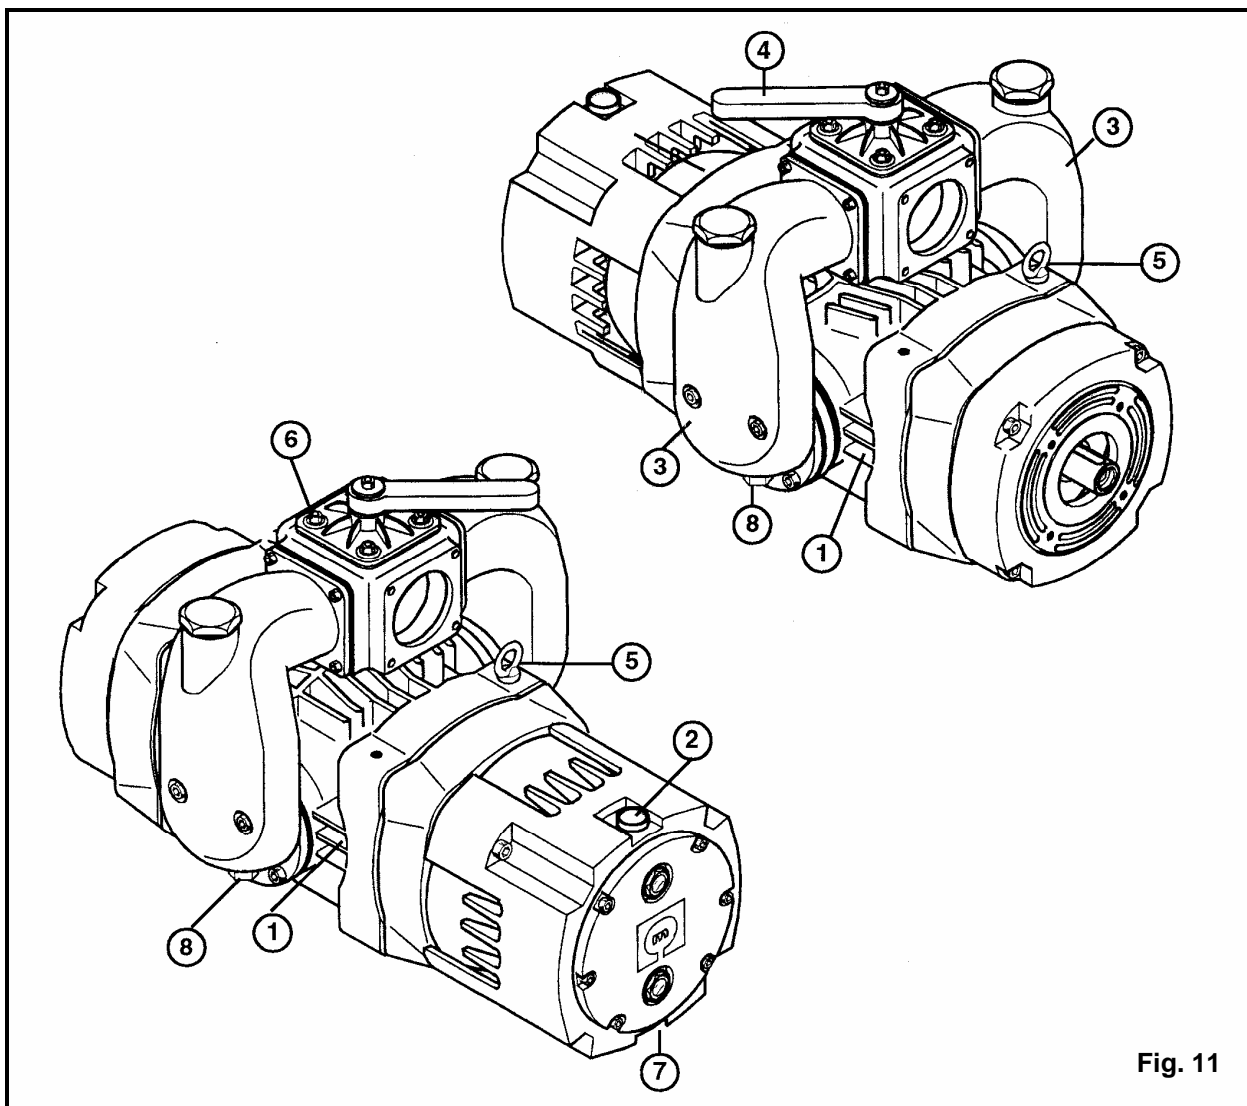

Fig. 11
- Rimuovere il tappo ad esagono incassato fig. 11 pag. 19.